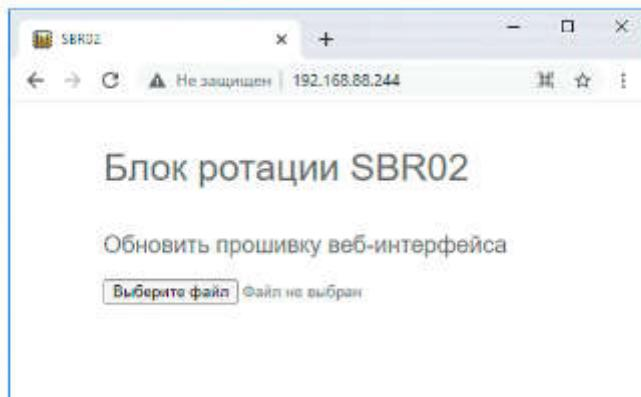

Рисунок 6.1. Скриншот веб-страницы с отсутствующей или поврежденной прошивкой веб-интерфейса.
**ВНИМАНИЕ! Если прошивка веб-интерфейса отсутствует или повреждена, веб-сервер предложит обновить прошивку см. рисунок 6.1.**